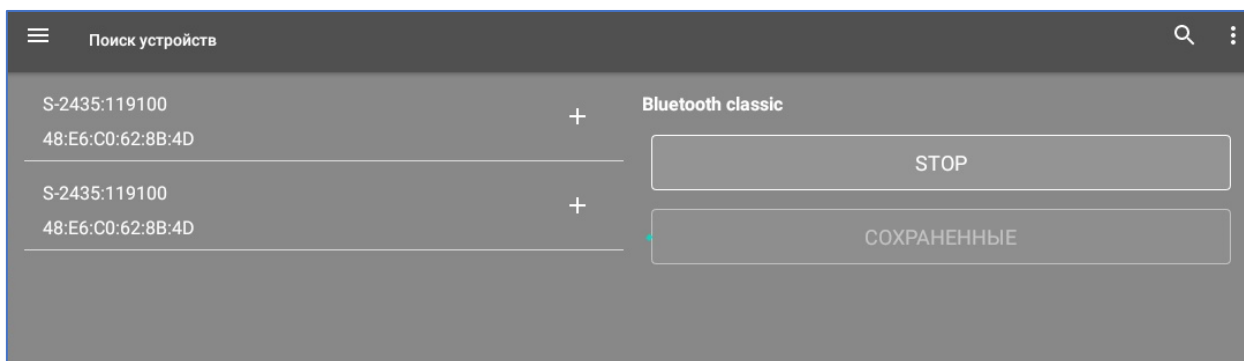

рис. 3.5. Найденные Bluetooth-устройства
- 4) Приложение будет отображать найденные Bluetooth-устройства. Добавьте требуемый терминал мониторинга, нажав кнопку «+» (рис. 3.5).